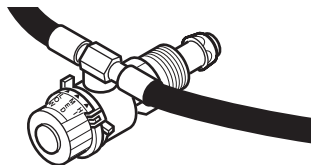

Figure 2 - Branchement des tuyaux des brûleurs au détendeur
3. Raccordez les tuyaux des brûleurs l'un à l'autre comme l'illustre la figure 2. Serrez avec une clé pour que le raccord ne fuie pas.